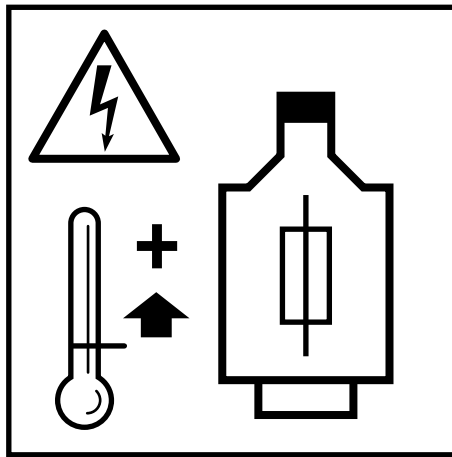

Fig.: 14
3. Devono essere previsti salvamotori nella cassetta di comando (fig.: 14)